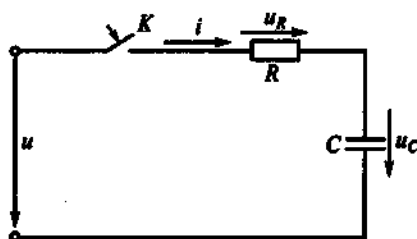

Рис. 156
4.25. В какой момент времени периода переменного тока должен быть замкнут ключ K на рис. 156, чтобы в цепи не возникло переходного процесса, если $u = U_{\max} \sin \omega t$?
4.26. Чему равно начальное значение тока $i(0+)$ на рис. 156, если цепь подключается к сети в момент, когда $u = U_{\max}$, а напряжение сети изменяется по закону $u = U_{\max} \sin \omega t$?